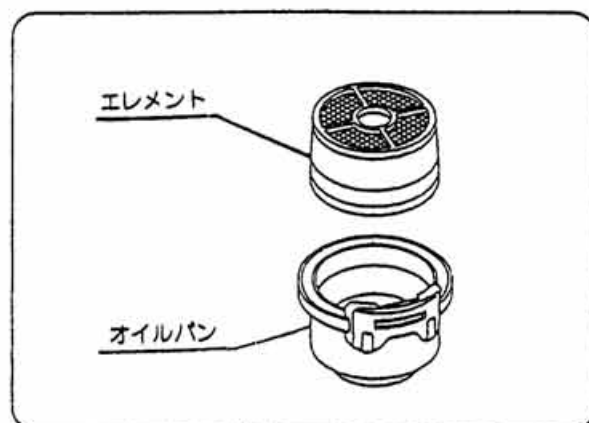

図38
② オイルが不足しているときは、オイルレベルまで補充してください。汚れがひどいときにはオイルパン・エレメント共、白灯油で洗浄しエレメントはエンジンオイルに浸し滴下しない程度に振り切ってください。(図38)
③ オイルパンはよく洗浄し、新しいエンジンオイル(SC級以上)をレベルまで入れてください。(図38)